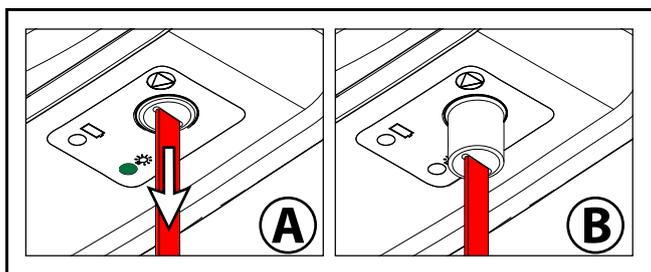

Fig. 8
- 1) Pour arrêter le lève-personne en cas d'urgence, tirer doucement le cordon rouge jusqu'à entendre un clic (voir Fig. 8 - A). Vous pourrez remarquer que l'insert plastique du bout de réinitialisation situé tout en haut du cordon rouge a descendu (voir Fig. 8 - B). Le voyant vert de mise sous tension est également éteint. Vous pourrez aussi remarquer que le patient commence à descendre lentement lorsque l'arrêt d'urgence est déclenché. Ceci est normal.